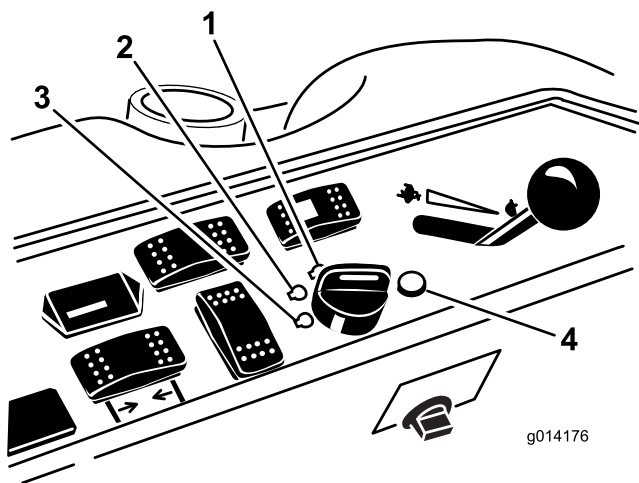

Figure 12
6. Tournez la clé de contact dans le sens horaire à la position Contact (Figure 12).
3. Tournez la clé de contact à la position Arrêt (Figure 12). Attendez l'arrêt de toutes les pièces en mouvement avant de quitter la position d'utilisation.